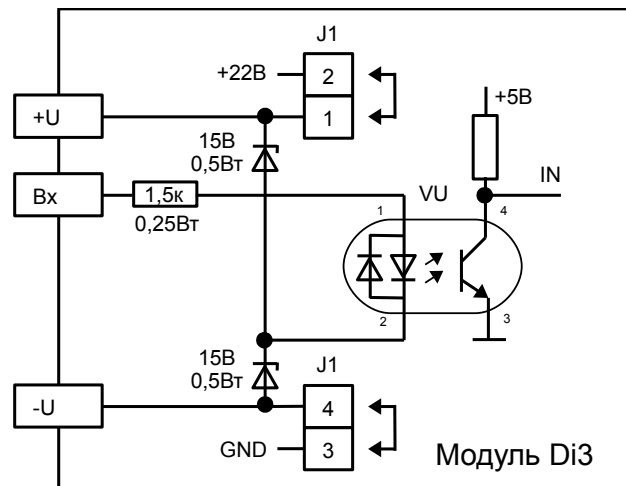

Рисунок 2 - Схема дискретного входа
4.2.1 При «висящей» клемме «Вх» (Рисунок 2) стабилитроны закрыты, ток через светодиод оптопары VU равен нулю, сигнал  $I_N = 5$  В, что показывает отсутствие срабатывания входа.